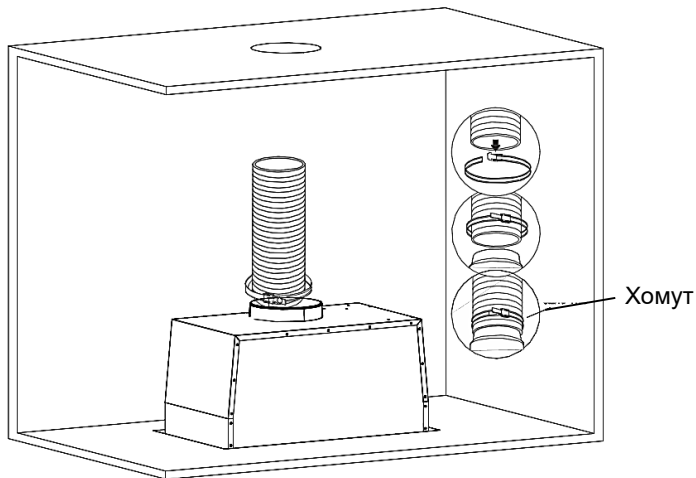

Рисунок 8
6. Просверлите отверстия для воздуховода и кабеля питания в верхней части кухонного шкафа. Установите алюминиевый воздуховод на отверстие выхода воздуха на корпусе прибора и закрепите его хомутом (приобретается с алюминиевым воздухопроводом, не входит в комплект поставки); другой конец воздуховода следует протянуть через просверленное отверстие в кухонном шкафу и закрепить к окошку отвода воздуха (см. рисунок 8) (примечание: данный пункт можно пропустить, если прибор устанавливается для рециркуляции воздуха с использованием угольного фильтра)